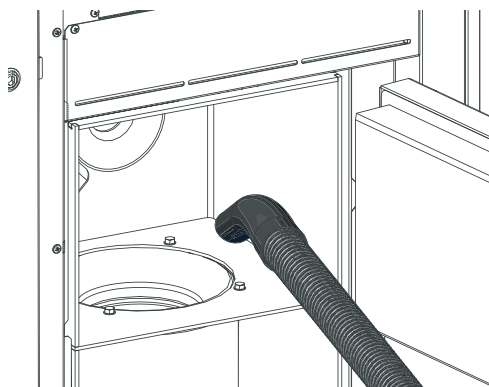

Fig. 52 Rimuovere i residui di combustione dalla camera di combustione
- ▶ Rimuovere i residui di combustione dalla camera di combustione con un'aspirapolvere – Fig. 52.